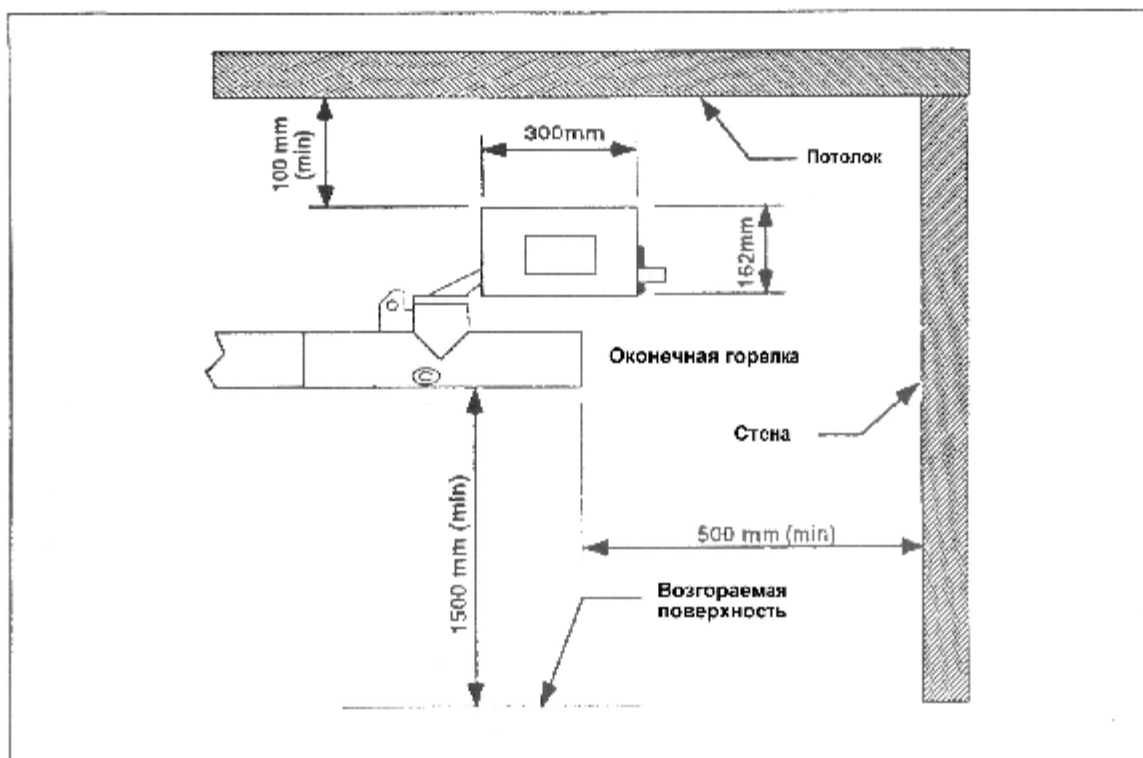

Рисунок 1. Конфигурация CoRayVac с оконечной горелкой
5. Расстояние между стеной и оконечной горелкой должно быть не менее 500 мм (см. рис. 1).